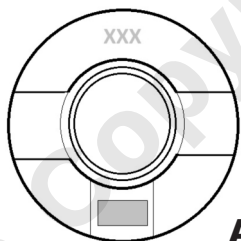
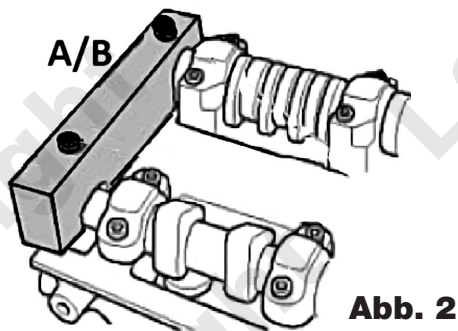

Abb. 1
Abb. 2
Komponenten A/B = Arretierblock Typ 1 und 2 für Nockenwelle – mit den Schlitten hinten in den Nockenwellen am Zylinderkopf ausgerichtet, wie in **Abb. 1** dargestellt. Die beiden Komponenten A und B dazu benutzen, die Nockenwellen wie in **Abb. 2** dargestellt zu arretieren. Zuerst Arretierstift für Kurbelwelle (D) einsetzen, danach A und B montieren. Bei der Montage von A und B die Befestigungsschrauben von Hand anziehen.